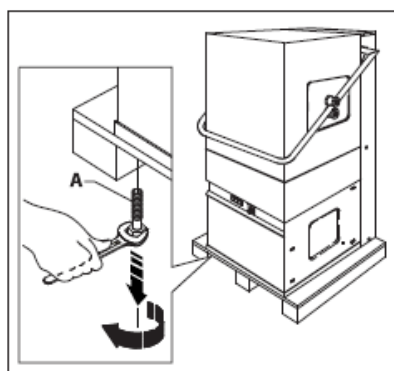

Fig. 3
2. Odkręć dwie śruby A mocujące zmywarkę do palety transportowej (rys.3)